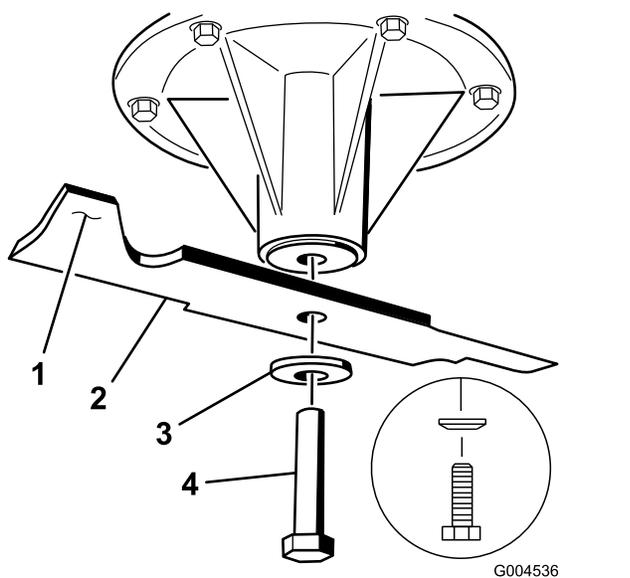

Figure 98
2. Enlevez des axes des lames gauche et centrale, le boulon de lame, la rondelle bombée et la lame (Figure 98).